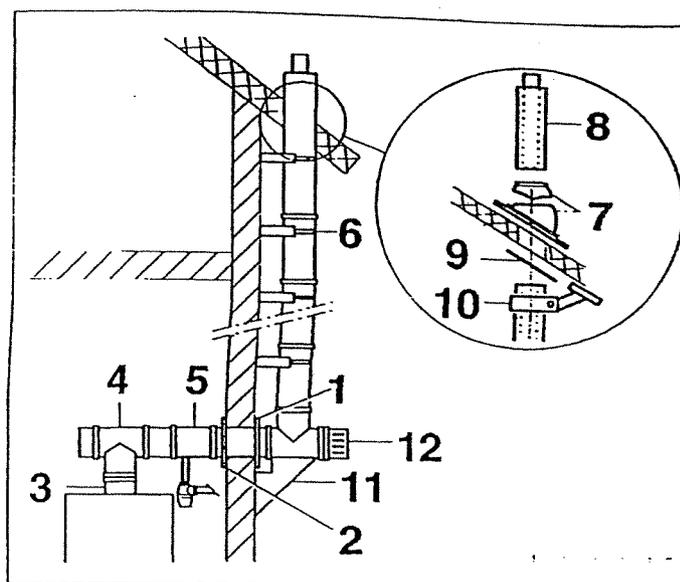

Fig. 15 Raccordo facciata-parete esterna
- ◆ Avvitare la copertura esterna (Fig. 15, punto 1) alla parete, ed inserire dall'esterno il tubo concentrico.
- ◆ Spingere dal di dentro la copertura interna (Fig. 15, punto 2) sul tubo concentrico, centrarla ed avvitare.
- ◆ Inserire il tubo concentrico con fori per inserzione sonda di misura temp. gas di scarico (Fig. 15, punto 4) sul tronchetto di scarico della U104 WG / WKG.
- ◆ Montare il tubo concentrico a T ispezionabile (Fig. 15, punto 4).
- ◆ Montare lo scarico condensa concentrico (Fig. 15, punto 5).
- ◆ Fissare i distanziali alla parete esterna (Fig. 15, punto 6). Assicurarsi che non superino la distanza massima di 2 m e che non si trovino in corrispondenza degli innesti (a bicchiere).
- ◆ Applicare una tegola universale con cappuccio per pioggia (Fig. 15, punto 7).
- ◆ Inserire in quest'ultima, dall'alto, la tubazione concentrica dei gas di scarico (Fig. 15, punto 8) fino al punto di arresto.
- ◆ Controllare che la tubazione sia verticale, quindi avvitare la copertura interna a due pezzi (Fig. 15, punto 9).
- ◆ Spingere dal basso la fascetta di fissaggio (Fig. 15, punto 10) sulla tubazione dei gas di scarico, ed avvitare.
- ◆ Inserire e fissare il supporto (Fig. 15, punto 11) per il tubo a T.
- ◆ Montare la curva concentrica a T con grata di alimentazione aria (Fig. 15, punto 12). Fare attenzione alle misure dei distanziali.